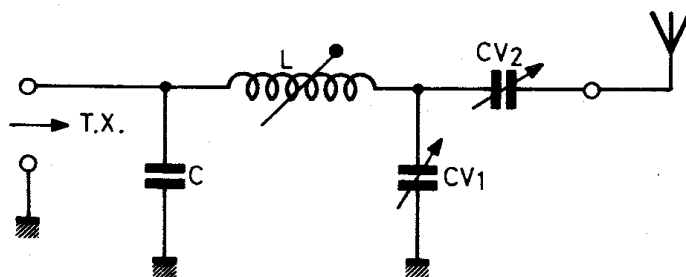

Fig. 13 – le coupleur en II + C
- Citons enfin l'excellent coupleur pour antenne asymétriques ; le **II + C** (Fig. 13).
Vu les niveaux de puissance habituellement utilisés, ce transformateur peut-être réalisé très simplement en utilisant 1 tore (Ø23 mm et h = 13 mm) de ferrite 4C6 (R.T.C.) (couleur violet) (2 tores 23 x 6,5 superposés font très bien l'affaire) sur lequel on bobine, après isolement correct du noyau par de la bande plastique adhésive, 2 fois 5 tours de câble coaxial 50 Ω type KX3A qui sont alors connectés comme l'indique la figure 13. (bobinage 2 fils en main). La procédure de mise au point du coupleur est la même que l'antenne long fil.